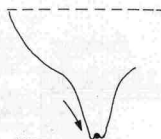

图20
⑨调节T703，使波形的峰值点在 38.9 MHz处，如图20所示。